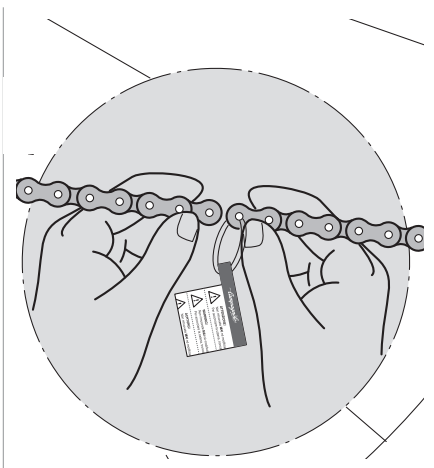

Fig.4.1
• Una vez realizadas todas las operaciones siguientes, corte los eslabones sobrantes por el lado de la cadena opuesto al exterior que lleva la abrazadera de plástico y la etiqueta adhesiva "Warning!" (Fig. 4.1).